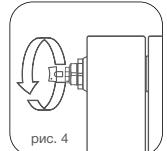

рис. 4
- 8.4. Для удаления воздуха из радиатора в верхний коллектор обязательна установка крана Маевского необходимо периодически (несколько раз в год) вручную сливать его с помощью специального ключа" (рис. 4)